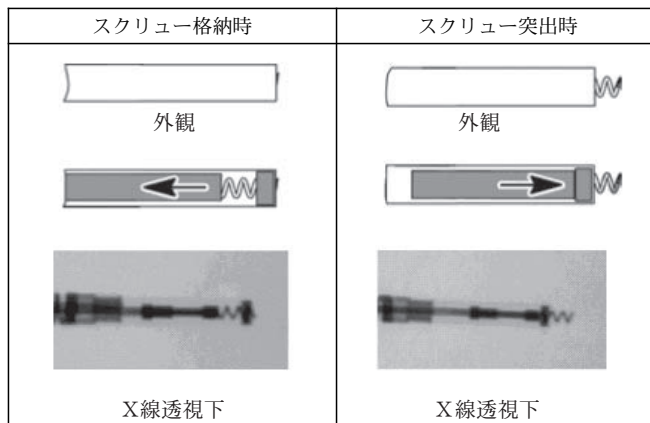

図5: スクリューの位置
- ④ X線透視下でX線不透過性マーカの位置を確認し、スクリューが完全に突出したことを確認する。スクリューが完全に突出した場合、不透過性マーカ同士は接触し、スクリューはリード先端のマーカの外側に突出する(図5)。